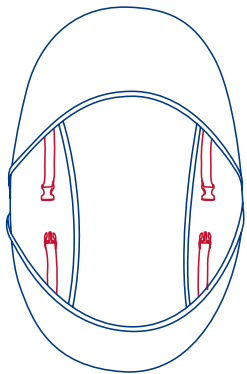

Fig. 4
- 4) • Unfasten the buckles on the back of the seat pad. (Fig. 4)
- Desprenda las hebillas de la parte trasera de la Almohadilla de la sillita.. (Fig. 4)